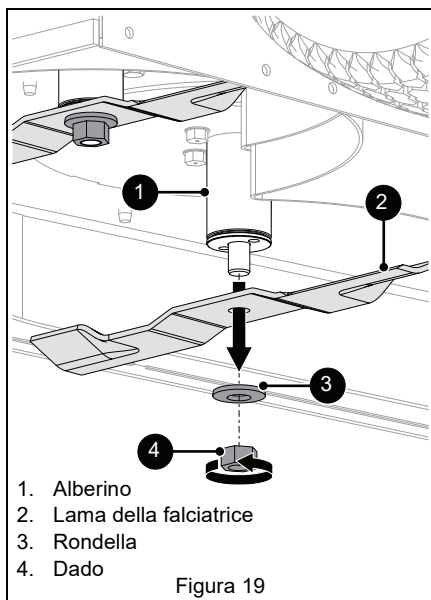

Figura 19
Vedere Figura 19.
1. Rimontare le lame, le rondelle e i dadi sugli alberi. Vedere Figura 19.